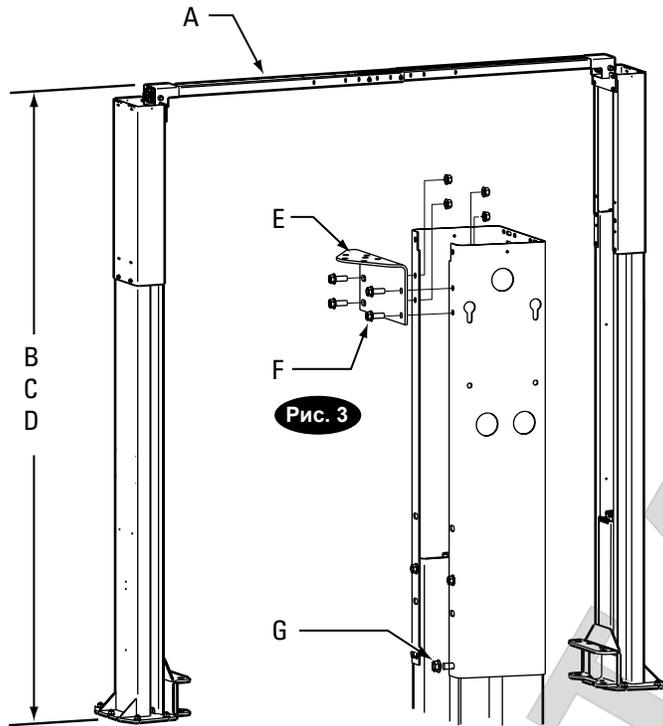

Рис. 3 - сборочные части
2. Высота подъемника: См. на рис. 3 общую высоту для каждой из рассмотренных моделей подъемника. Добавьте 25 мм к общей высоте для самого низкого препятствия.
4. Удлинители стойки: Перед поднятием стоек в вертикальное положение установите удлинители стойки с помощью (12) 3/8"-16NC x 3/4" несущих HHCS-болтов и фиксирующих гаек с буртиком, см. рис. 3 и 4.
Кронштейн монтажа перекрытия: установите монтажные кронштейны на удлинители стоек, см. рис. 3.